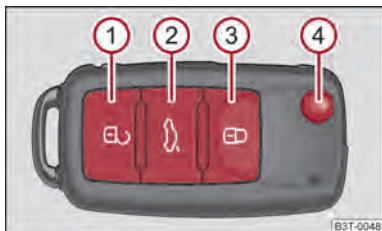

Fig. 25 Llave con radiotelemando
- Pulsar la tecla ② ⇒ fig. 25 durante aprox. 0,5 segundos. Para más información ⇒ página 38.
- Pulsar la tecla ② ⇒ fig. 25 durante aprox. 1 segundos. Para más información ⇒ página 38.
- Pulsar la tecla ② ⇒ fig. 25 durante aprox. 1 segundos. Para más información ⇒ página 40.
- Pulsar la tecla ② ⇒ fig. 25 durante aprox. 1 segundos. Para más información ⇒ página 42.